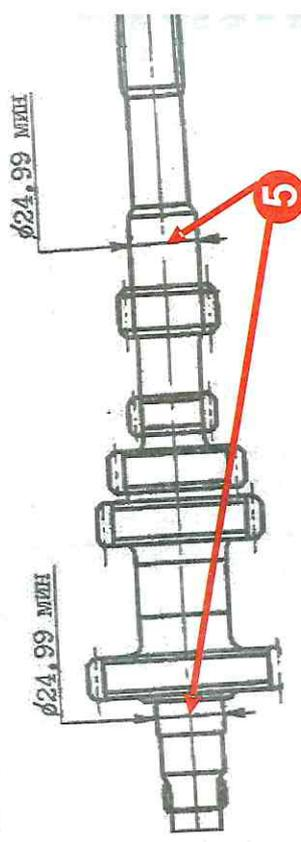

Рисунок 8
- 5) шейки под подшипники на восстановленном как следствие просаживания (подшипник проваливается; можно измерить размеры (рис. 8)